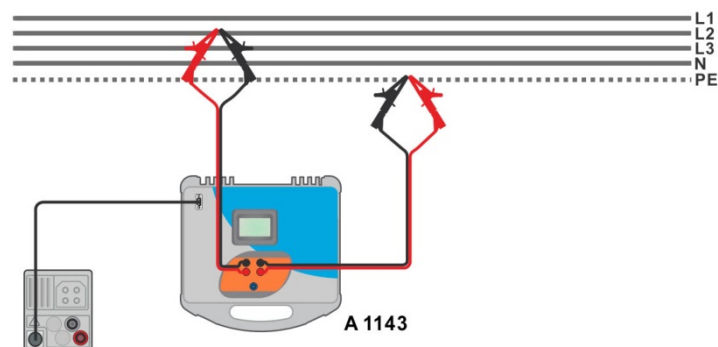
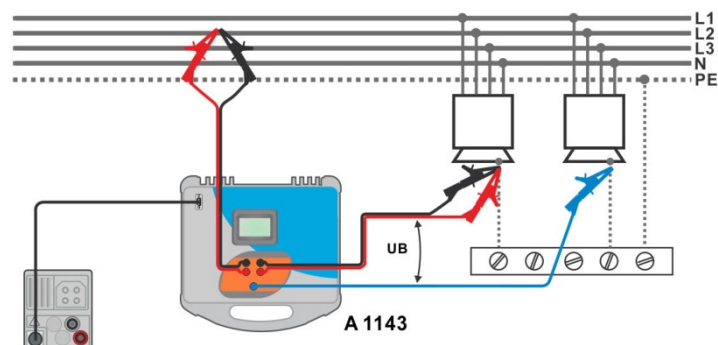

Abbildung 7.35: Hochpräzise Fehlerschleifenimpedanz Messung – Mit angeschlossenen A 1143
Abbildung 7.36: Berührungsspannung Messung – Mit angeschlossenen A 1143
- Schließen Sie die Prüfleitungen am Prüfling an, siehe **Abbildung 7.35** und **Abbildung 7.36**.